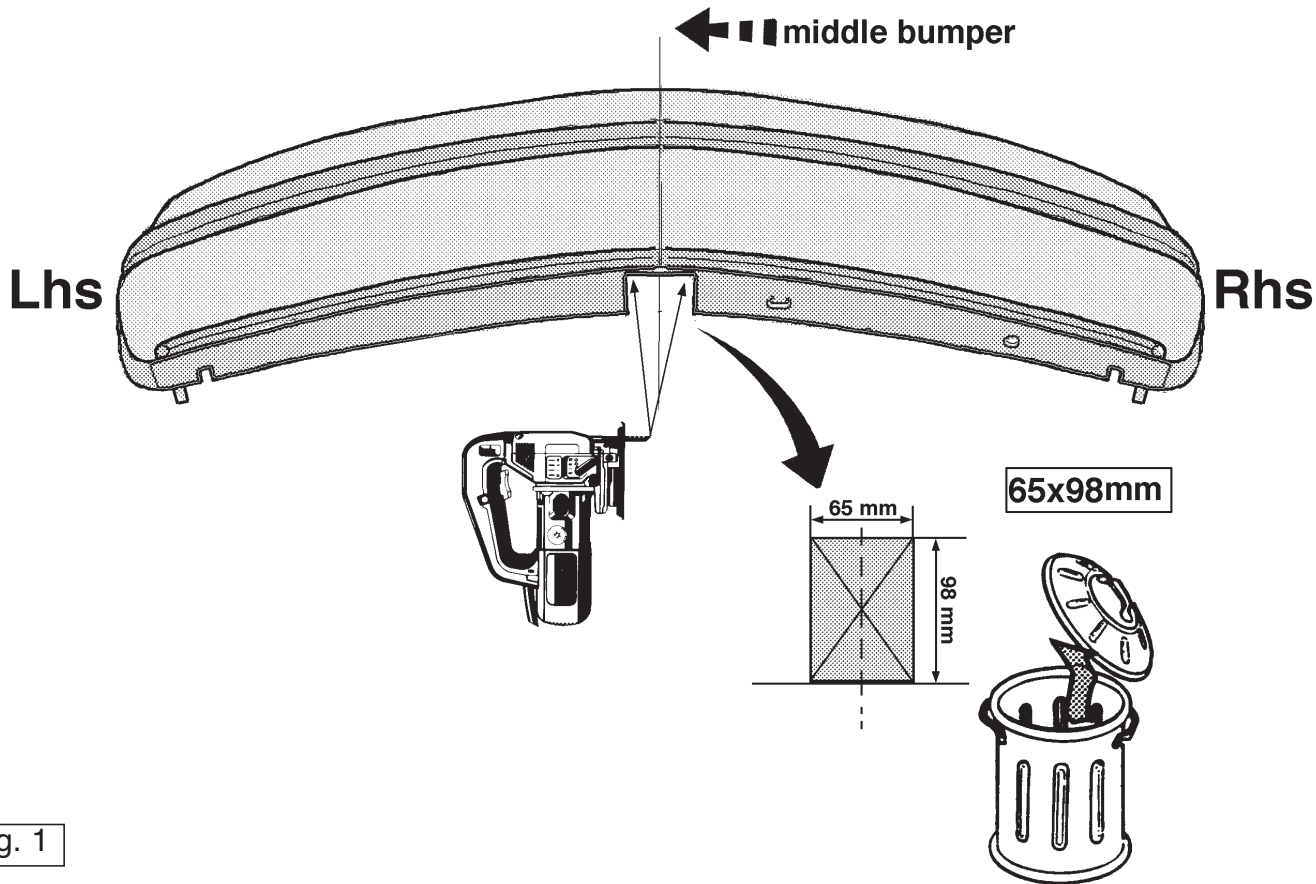

Fig. 1
1. Afmontér baglygtepanelet. Afmontér kofangeren. Fjern etiketterne på punkterne A fra chassiset. Fjern tværstangen fra køretøjet. Denne vil ikke blive sat tilbage. Sav en del i midten på undersiden ud af kofangeren, jævnfør fig. 1. Sav den markerede del ud ifølge figur 2.
1. Desmontar las unidades de las luces traseras. Desmontar el parachoques. Retirar del chasis los adhesivos a la altura de los puntos A. Retirar el travesaño del vehículo, el que no se volverá a poner. Serrar una parte del parachoques de acuerdo con la fig. 1 en el centro de su parte inferior. Corte la sección indicada según se muestra en la figura 2.
1. Smontare il blocco dei fanali posteriori. Smontare il paraurti. Staccare gli adesivi dal telaio, a livello dei punti A. Rimuovere la traversa del veicolo. Questa non dovrà essere rimontata. Segare via la parte centrale dalla base del paraurti, come indicato in fig. 1. Segare via la parte indicata in figura 2.